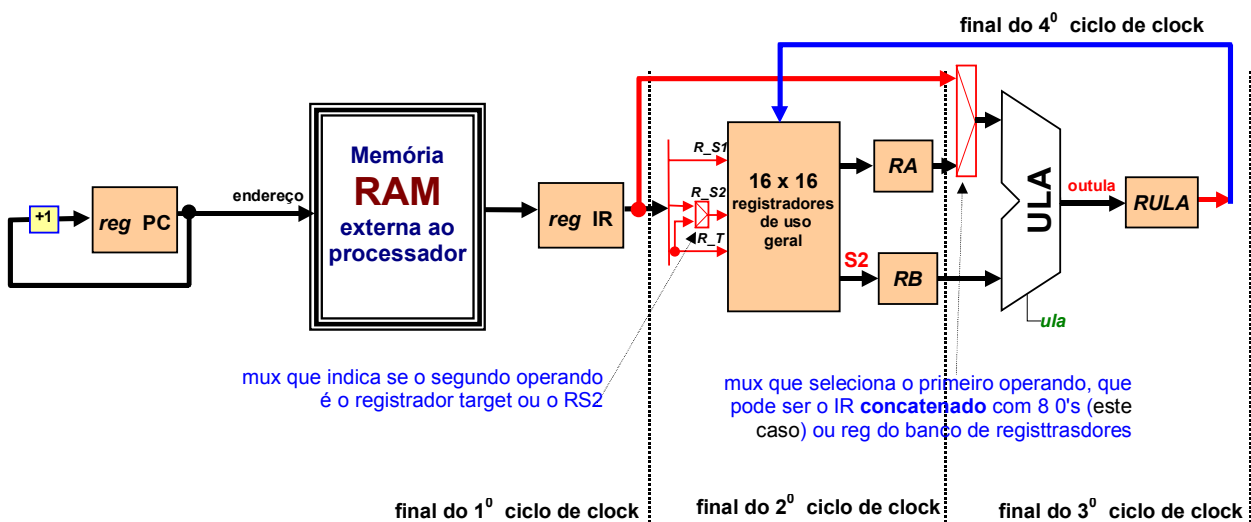

Figura 5 - Fluxo de execução de instruções em modo imediato.
- Bloco de dados para a execução de instruções em modo imediato (Figura 5):